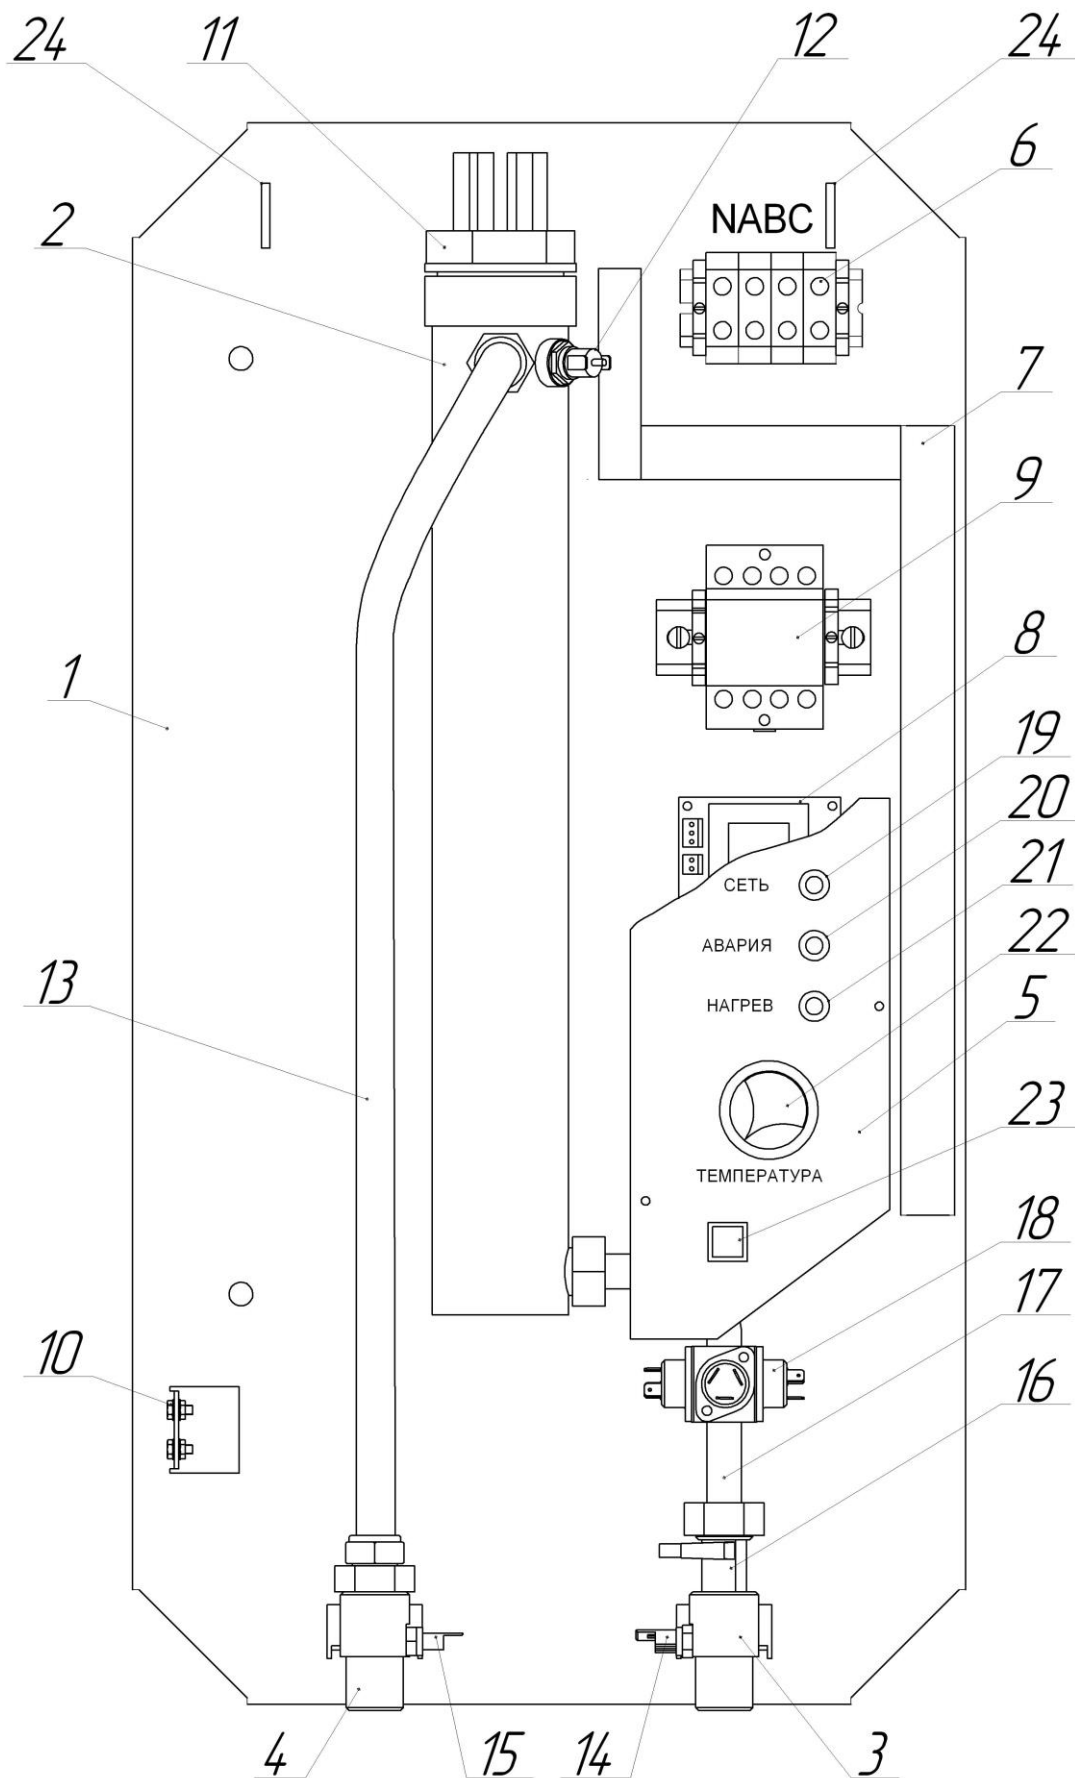
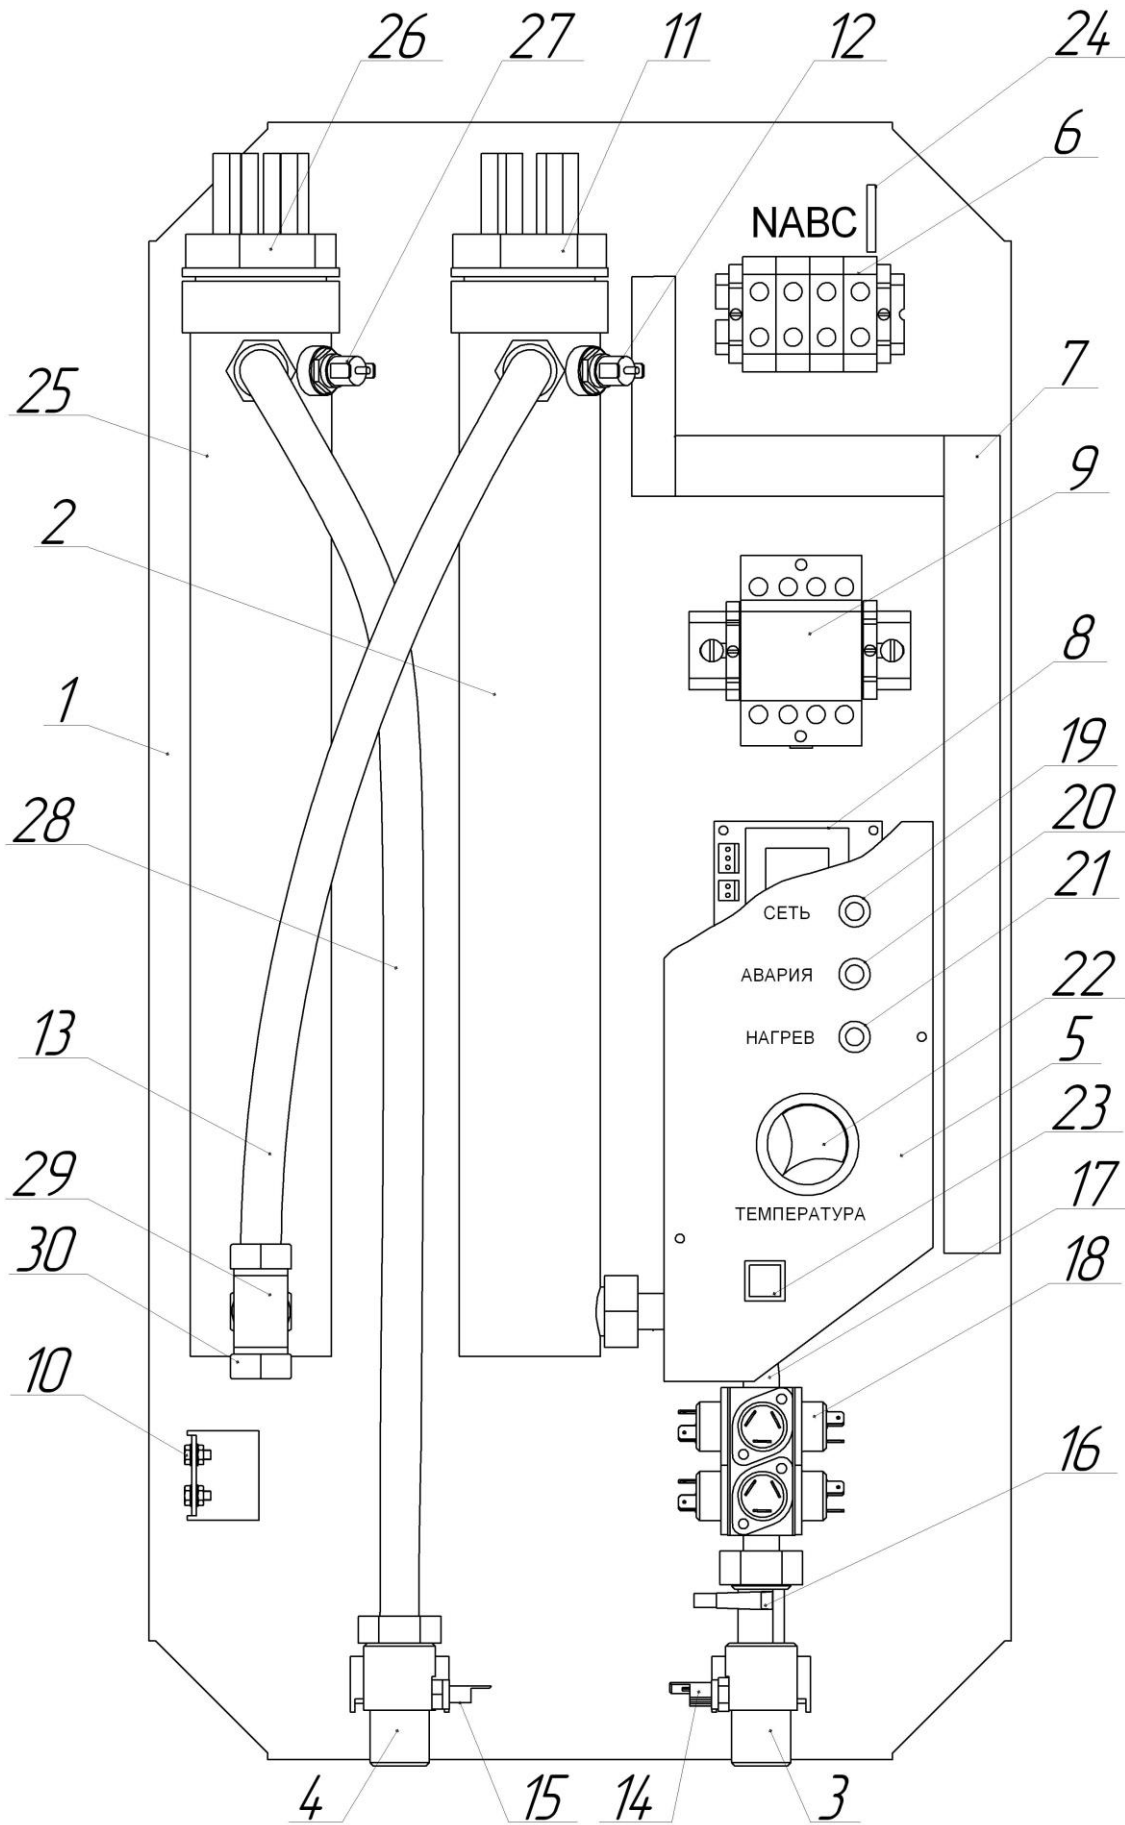

Рис. 1 Внешний вид прибора ПВС-01-15 (со снятым кожухом)
Рис. 2 Внешний вид прибора ПВС-01-18 (24, 30) (со снятым кожухом)
4.3. Описание основных элементов приборов ПВС-01-15 (рис. 1).
4.4. Описание основных элементов приборов ПВС-01-30 (рис. 2).
- невозвратный термовыключатель 12 (рис.1) в приборе ПВС-01-15, в приборе ПВС-01-30 используются два термовыключателя 12 и 27 (рис.2) для отключения приборов при повышении температуры теплоносителя выше предельно допустимой;
- расходомер 16 (рис.1, рис.2) для отключения прибора в ситуации, когда проток воды становится меньше допустимого (или прекращается), также расходомер служит для измерения потока воды для работы электронной системы управления прибором;
4.6. Подключение прибора к водопроводу производится с помощью входного 3 G ¾" и выходного 4 G ¾" патрубков (рис.1, рис.2). К входному патрубку прибора подключаются обратный клапан 2 (рис. 3) и фильтр 3 (рис. 3).
Для этого необходимо отключить от прибора входной 5 (рис. 3) и выходной 6 (рис. 3) трубопроводы вместе с обратным клапаном и фильтром. Для большего удобства слива воды можно перед обратным клапаном предусмотреть установку сливного крана. Чтобы слить воду из выходной колбы 25 (рис. 2) у приборов ПВС-01-18 (24, 30) необходимо, сняв с прибора кожух, открутить сливную пробку 30 (рис 2.)
4.7. Принцип действия прибора основан на преобразовании электрической энергии в тепловую с помощью трубчатых электронагревателей – ТЭНов, которые конструктивно исполнены в виде блоков 11, 26 (рис. 1, рис. 2). Электронная система управления прибора получает данные от регулятора температуры 22, от расходомера 16, датчиков температуры 14 и 15 и, на основании полученных данных, выдает на ТЭНы мощность, необходимую для поддержания заданной регулятором 22 температуры воды. Расход воды и температуру воды пользователь определяет самостоятельно в любой момент времени. Система управления обеспечивает поддержание температуры воды с точностью $\pm 1^\circ\text{C}$ при постоянном протоке воды, если для этого достаточно мощности установленных в приборе ТЭНов. Если выбранный пользователем проток воды слишком велик, чтобы поддерживать выбранную температуру, прибор будет работать на максимальной мощности, обеспечивая максимально возможную в данных условиях температуру воды на выходе прибора.
4.8.1 Органы управления и индикации отопительного прибора расположены на кронштейне управления 5 (рис. 1, рис.2) и состоят из сетевого выключателя 23, регулятора температуры 22 и трех светодиодных индикаторов 19, 20, 21, сигнализирующих о режимах работы прибора.
Для этого необходимо отключить от прибора входной 5 (рис. 3) и выходной 6 (рис. 3) трубопроводы вместе с обратным клапаном и фильтром. Для большего удобства слива воды можно перед обратным клапаном предусмотреть установку сливного крана. Чтобы слить воду из выходной колбы 25 (рис. 2) у приборов ПВС-01-18-30 необходимо, сняв с прибора кожух, открутить сливную пробку 30 (рис 2.)
6.1.7 Для подключения применять провод с сечением и материалом токопроводящей жилы, указанной в таблице 2. Кабель подключают к блоку зажимов 6 (рис. 1, рис 2).